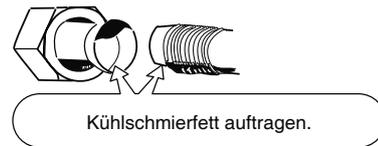

Abb. 5-4
- (1) Vor der Verwendung der Leitungen diese mit einer Abdeckkappe oder wasserdichtem Klebeband versehen, damit kein Wasser oder Verschmutzung in die Leitungen gelangen kann.
- (2) Die Kontaktflächen zwischen Bördelung und Verbindungsstück vor dem Anschließen mit Kühlschmiermittel versehen. Dies dient dazu, Gaslecks zu verhindern. (Abb. 5-4)